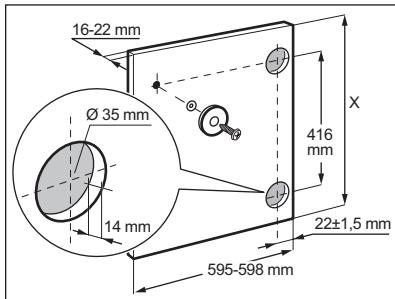

Fig. 3
- l'altezza X dipende dall'altezza della base del mobile adiacente (Fig. 3).